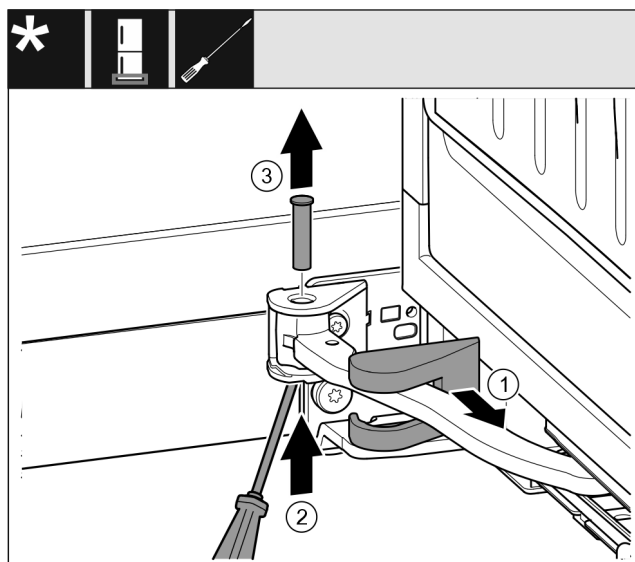

Fig. 15
- Stáhněte kryt stojanu ložiska a posuňte podél kloubu. Fig. 15 (1)
- Čep zespodu nadzvedněte prstem nebo šroubovákem. Fig. 15 (2)
- Šroubovákem zajeďte pod hlavu čepu a vytáhněte jej. Fig. 15 (3)